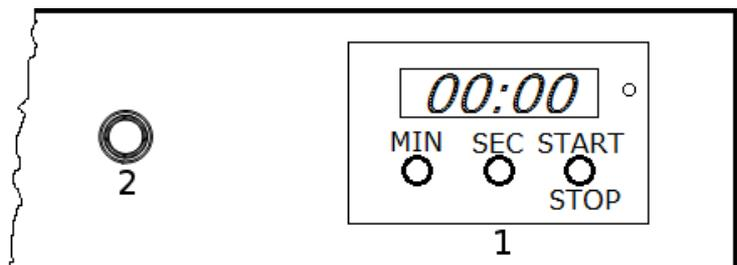

Fig. 5
Il temporizzatore (1) di Fig. 5 si accende, emette due serie di bip mostrando il tempo impostato a 0. Il LED a fianco del tempo resta spento.
L'illuminazione si accende se il vetro è aperto o se il selettore (2) di Fig. 5 è in posizione AUTO.